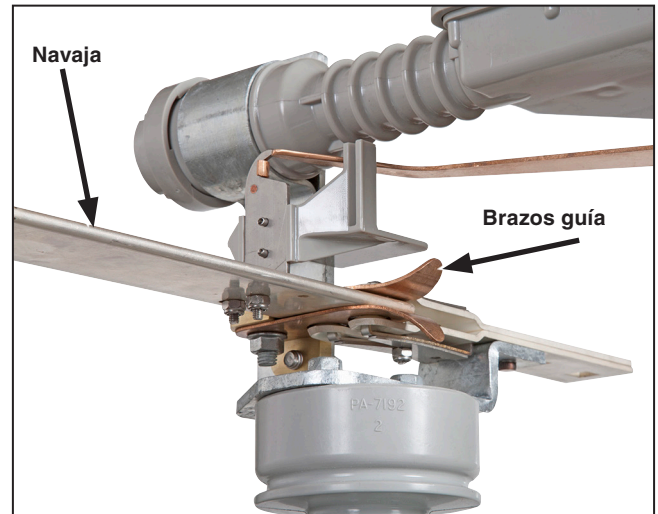

Figura 20. Navaja y ensamble de los contactos en la posición completamente Cerrado.
- (a) Mientras la palanca operativa esté en la posición lo más alejada posible en la dirección de cierre, todos los contactos del seccionador interruptor deben quedar en la posición completamente **Cerrado**. Ver Figura 20.